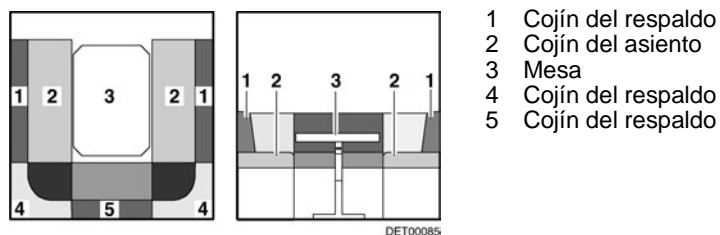

Fig. 104 Antes de la transformación
- Transformar la mesa (Fig. 104,3) en base de cama (véase apartado 7.7).